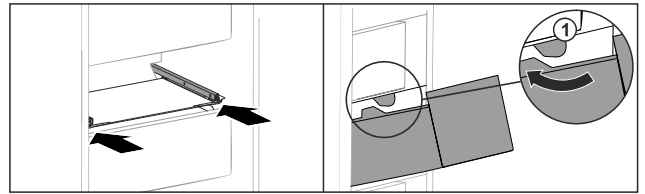

Fig. 168
- ▶ Vezesse el a fiókot az ütközők Fig. 168 (1) körül.